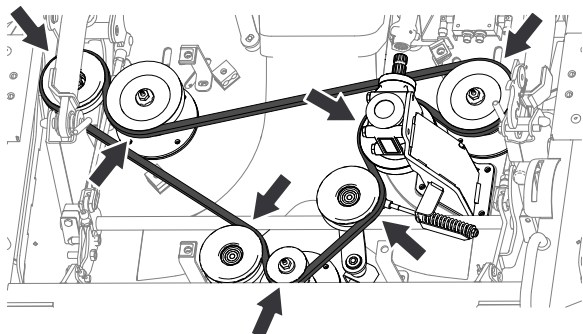

Figura 134
1. Infilate la nuova cinghia attorno alle pulegge, come mostrato in Figura 134.